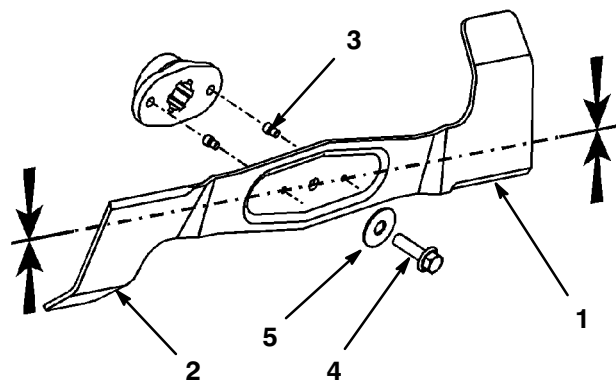

Figure 37
2. Controllate i taglienti (Fig. 37). Se i taglienti non sono affilati o presentano bave, togliete le lame ed affilatele. Fate riferimento a Affilatura della(e) lama(e), pagina 39.
3. Controllate le lame, in particolare i bordi curvi (Fig. 37). In caso di danni o usura ai bordi curvi, sostituite immediatamente le lame.
4. Se i perni di sicurezza sono rotti, sostituiteli immediatamente (Fig. 37).
3. Togliete il bullone, la rondella e la lama (Fig. 37). In sede di rimozione del bullone, per bloccare la lama è possibile posizionare un blocco di legno tra la lama ed il tosaerba.
1. Installate la lama, la rondella ed il bullone della lama (Fig. 37).